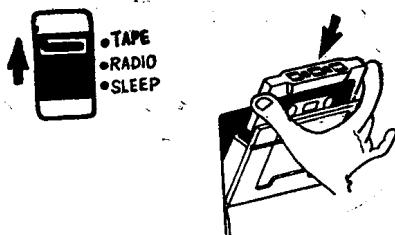

图 1-3
1. 把机能选择开关放在“TAPE”（磁带）的位置，然后把已录音的盒式磁带插入磁带仓内，见图 1-3。